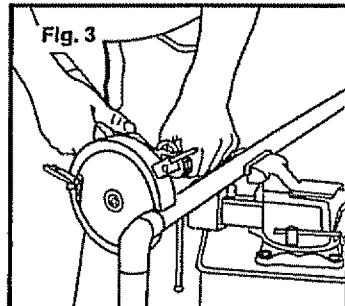

Fig. 3
3. Sin apoyo apropiado para la pieza de trabajo. **SIEMPRE** proporcione apoyo apropiado como se muestra en la Fig. 3.
4. **SIEMPRE** apoye en forma apropiada la pieza de trabajo antes de comenzar un corte. Esto le ayudará a evitar que las hojas queden apretadas en el corte (ver Fig. 3).